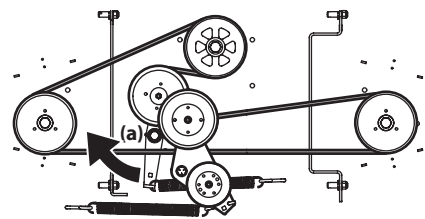

Figure 4-20
- Insérez l'extrémité d'un bras de force de 1/2" dans l'ouverture carrée de 1/2" sur la poulie de tension (a), puis faites pivoter la poulie de tension (a) vers la droite. Voir Figure 4-20. Pendant que vous retenez la poulie de tension (a), desserrez la courroie du plateau de coupe et dégagez la courroie de la poulie.
- Installez la courroie neuve comme indiqué à la Figure 4-20. Installez ensuite le plateau de coupe et la courroie de la prise de force selon les instructions de la page 25.